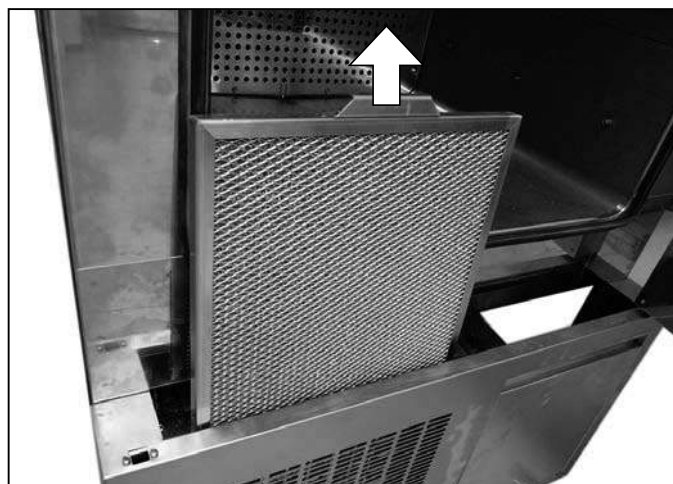

Fig. 41 Sacar el filtro de aire
3. Sacar el filtro hacia arriba tirando del agarre (Fig. 41).